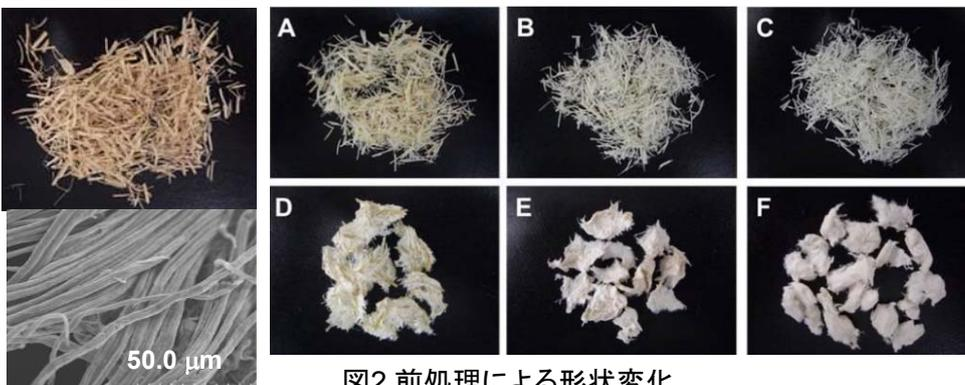
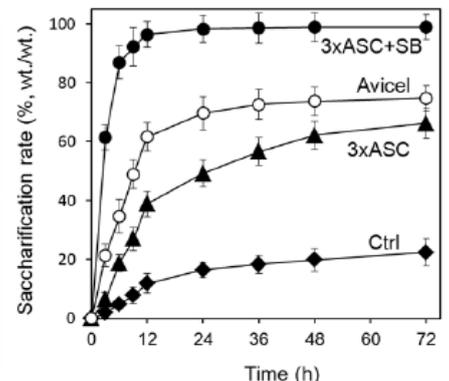

図2 前処理による形状変化
図4 稲藁の酵素糖化に対する前処理の効果      Ctrl: 無処理、3XASC: 3回ASC処理、Avicel: 脚注参照、3XASC+SB: 3回ASC+SB処理
- 粉砕された稲藁を亜塩素酸処理することにより漂白され、その後重曹熱処理することによってパルプ状になり、膨潤した微細繊維(マイクロフィブリル)に変化していることが明らかとなった(図2及び図3)。
- 開発した亜塩素酸・重曹法により、稲藁のリグニンを88%除去することが可能となり、工業用セルラーゼによる50℃、12時間での糖化の場合、無処理稲藁の糖化率20%に対して、96%の糖化率を達成した(図4)。図2中の3回ASC+SBを使用して行った実験の結果である。